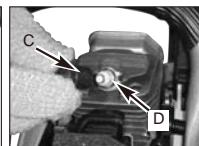

Fig. 18B
3. Ta bort tändhatten (C) från tändstiftet (D) genom att samtidigt dra och vrinda (Fig. 18B).